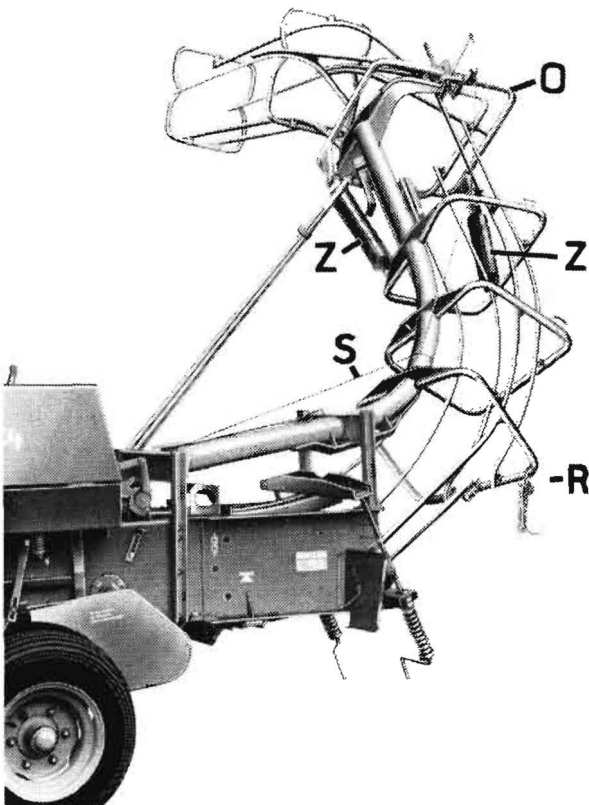

Bild 9
Das Schurrenoberteil (O) wird in die Haltehaken des Schurrenunterteils eingehängt und mit einem Hebezeug in Arbeitsstellung gebracht. Dann sind das Halteseil (S) mit einem Bolzen mit zwei Splinten und die Zugfedern (Z) an das Schurrenoberteil zu befestigen (Bild 9).
Das Halteseil wird durch die am Schurrenunterteil angebrachten Schlaufen gezogen, um eine Halterung gelegt und mit einem Karabinerhaken befestigt. Dabei ist darauf zu achten, daß das Halteseil nur so straff befestigt wird, daß ein seitliches Ausschwenken des Schurrenoberteils noch möglich ist (Bild 9).